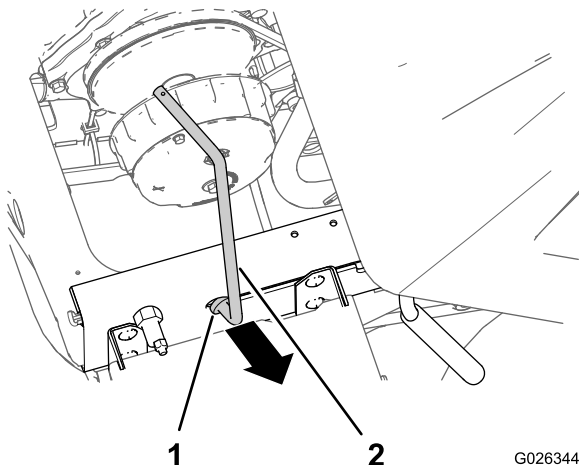

図 3
5. 支え棒の下端を、左側フレームのチャンネル部材または車体の支え棒ブラケットのスロットの前端まで移動させる 図 3。
6. スロットの端についているキー穴から支え棒を抜き取る 図 3。